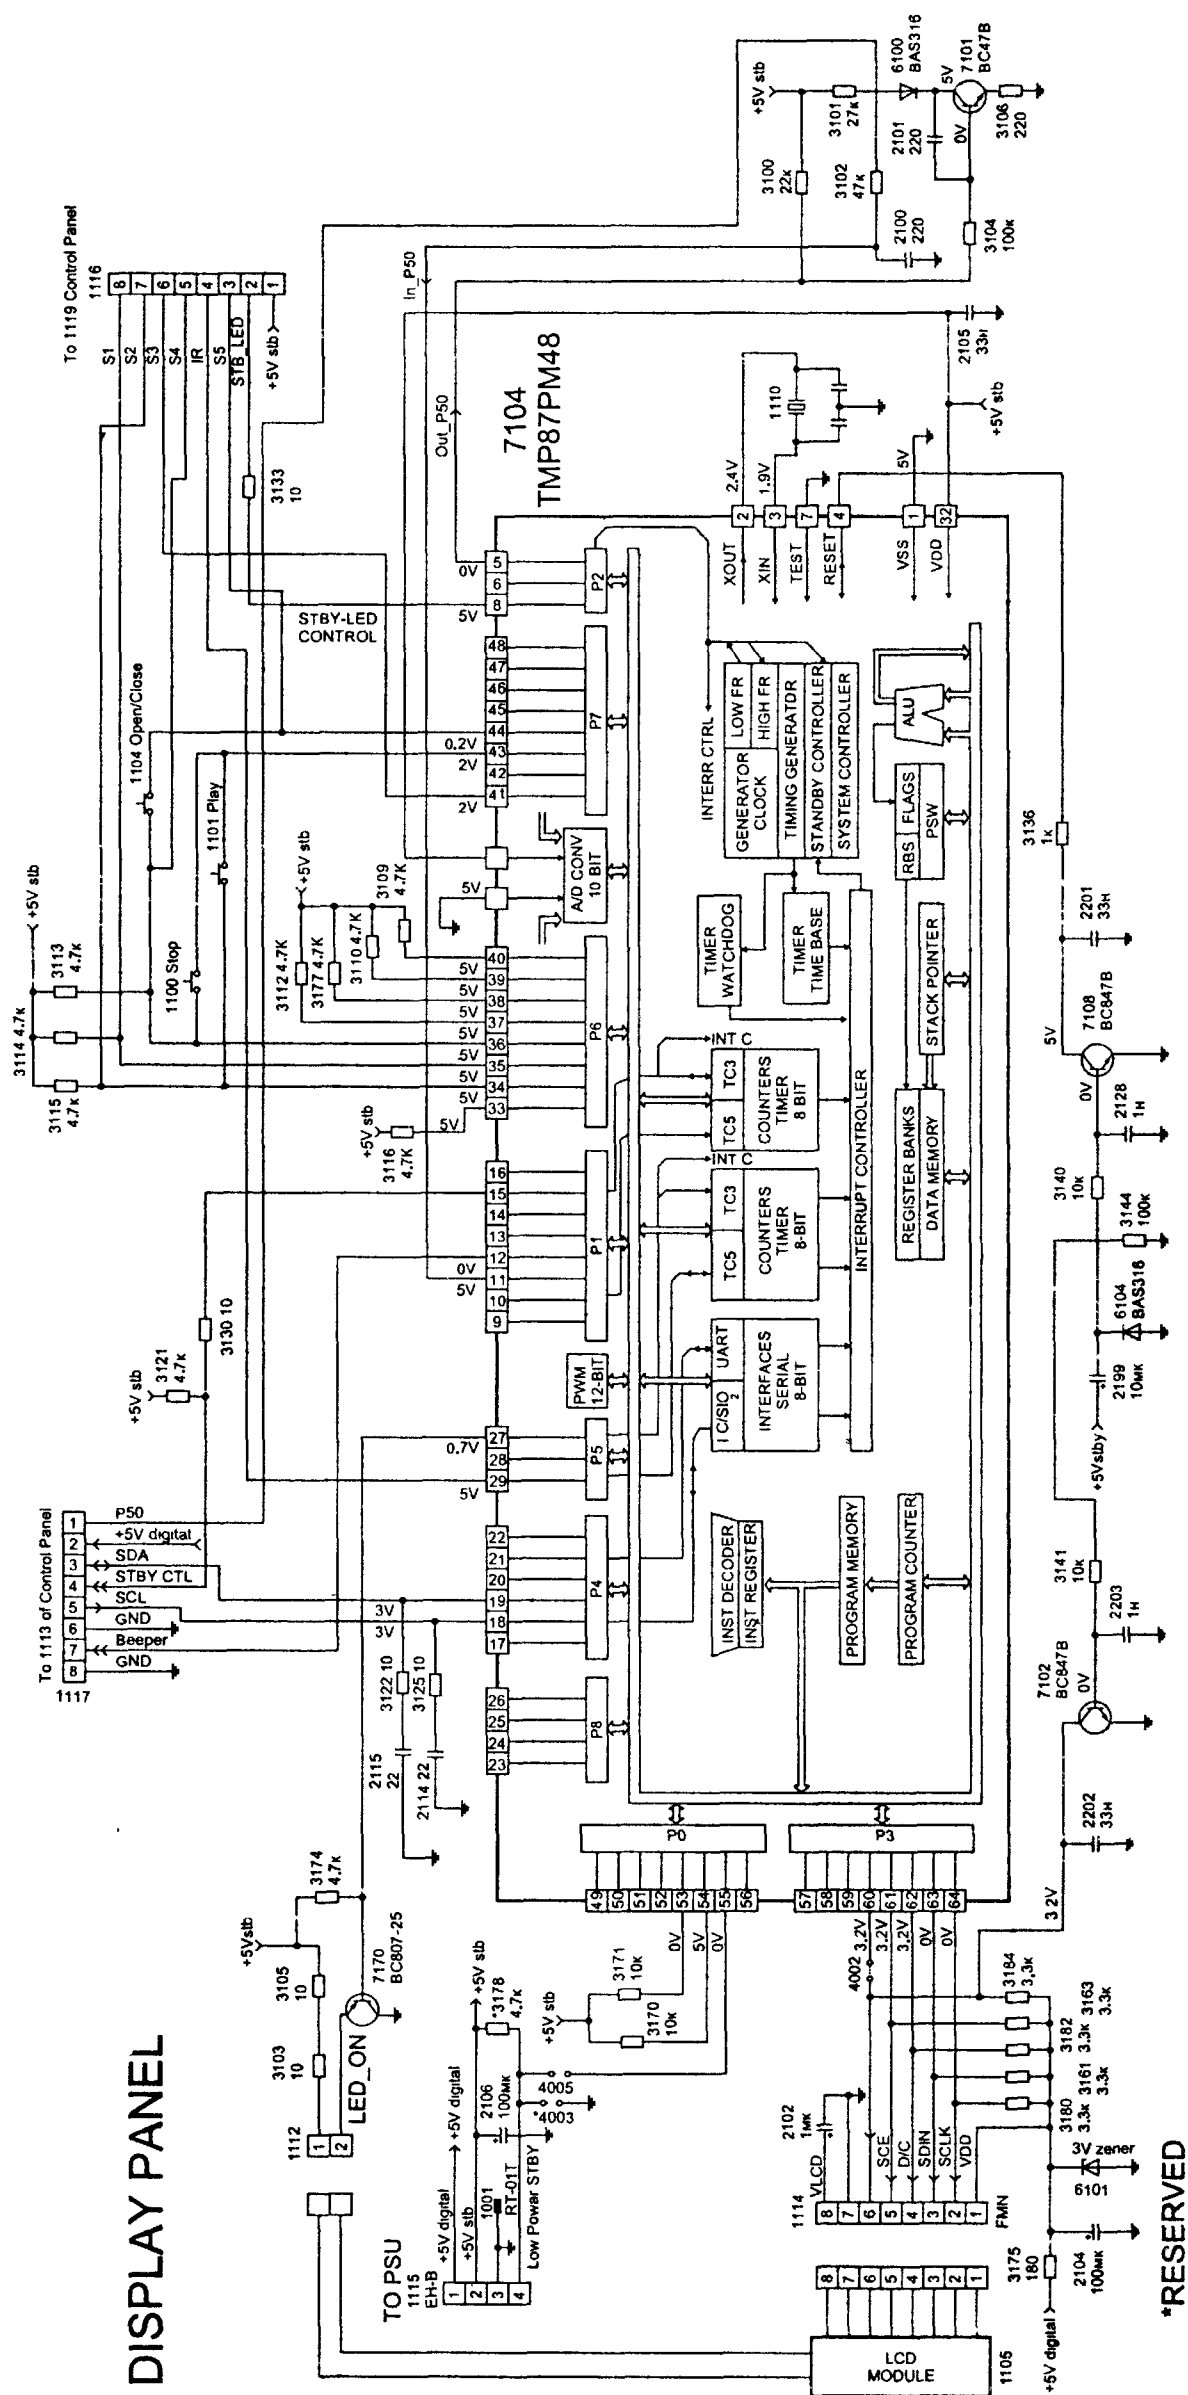

Рис. 5.18. Принципиальная схема платы D DISPLAY PANEL
*Примечание: в графу «Обозначение» внесены только те обозначения выводов, которые показаны на рис. 5.18.
Остальные особенности видны из схемы (рис. 5.18) и табл. 5.9.